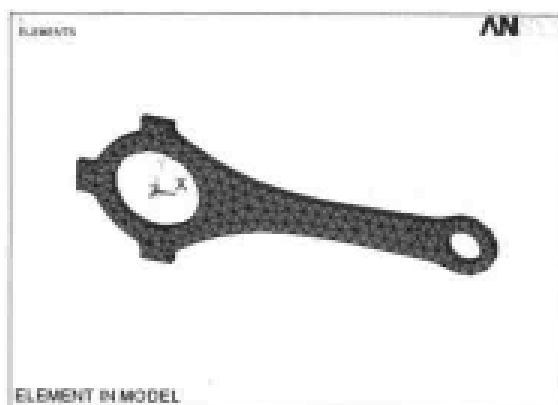

图 13-108 网格划分结果显示
(38) 选择 Utility Menu | Plot | Elements 命令, ANSYS 显示窗口显示如图 13-108 所示的网格划分结果。